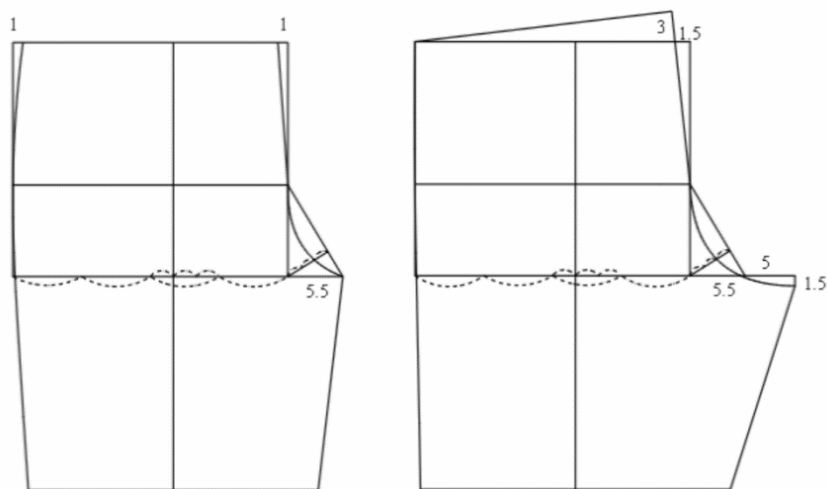

图 4-2-20 运动短裤基本结构处理
(1) 打开富怡服装 CAD 系统 V8.0 设计与放码系统 (RP-DGS), 通过菜单“号型→号型编辑”打开号型规格表, 对照表 4-2-2 尺寸表编辑运动短裤尺寸。
(2) 用“ (矩形)”工具做一个矩形, 宽为“臀围/2”、高为“股上长-4”。
(3) 按照裤子基本构成关系完成短裤结构处理, 细部尺寸参照图 4-2-20。